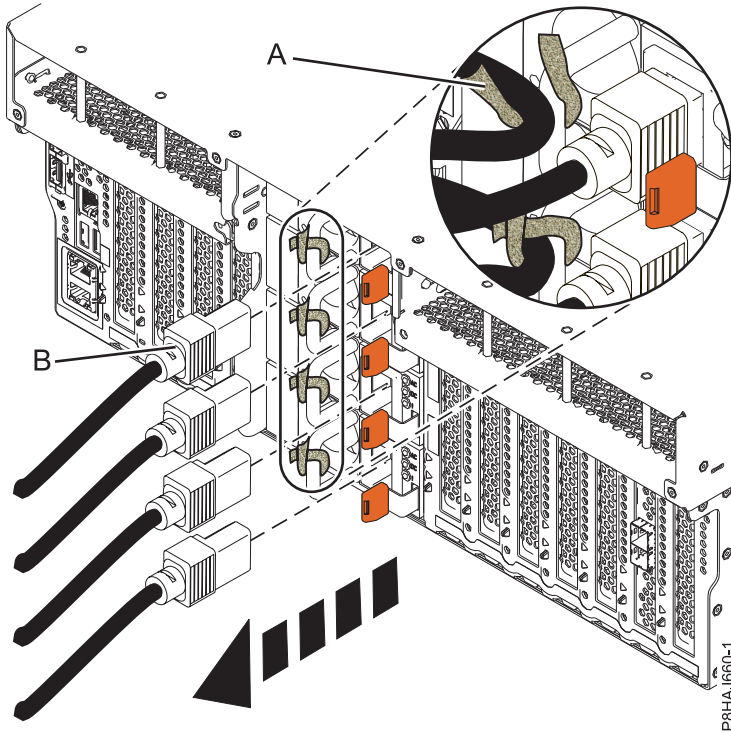
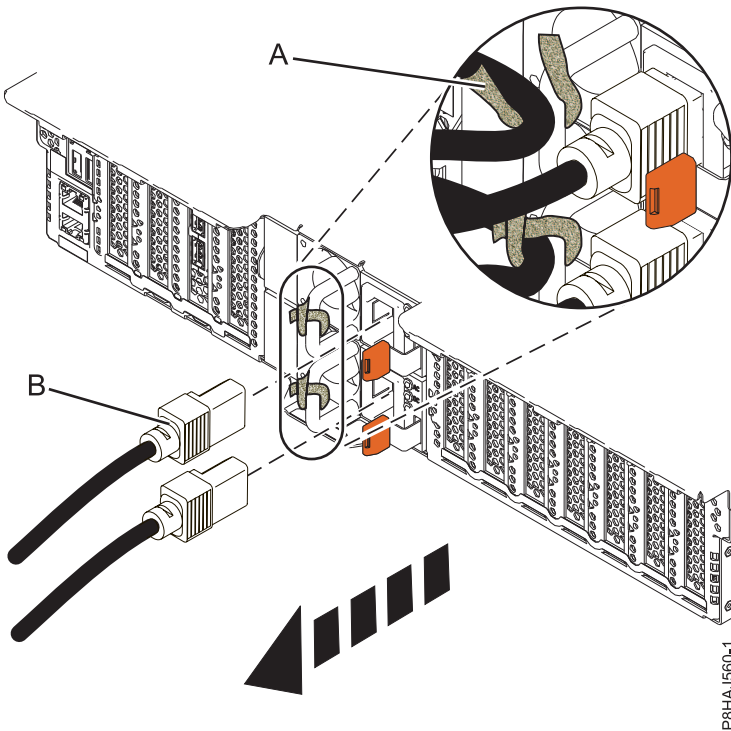
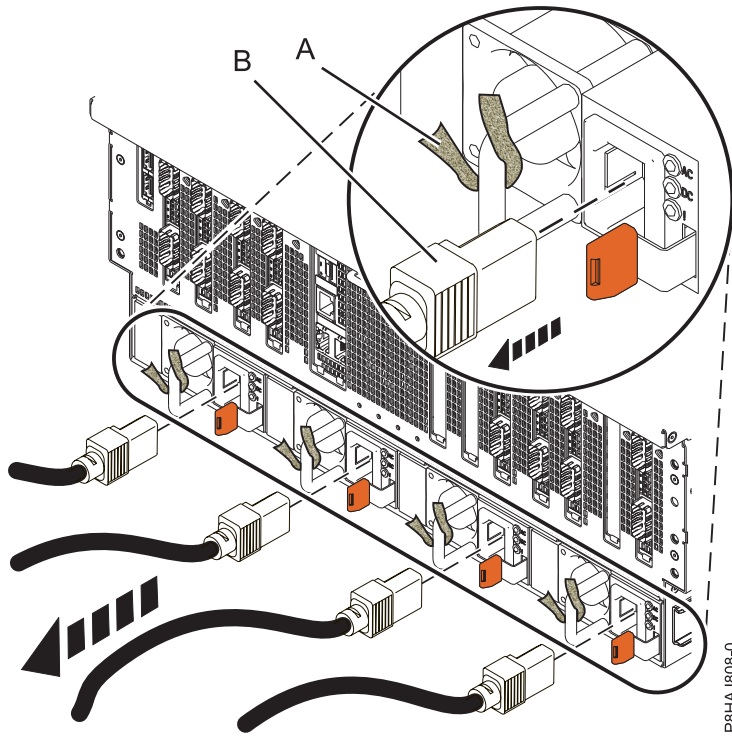

Figura 18. Extracción de los cables de alimentación de un sistema 8247-42L, 8286-41A o 8286-42A
Figura 19. Extracción de los cables de alimentación de un sistema 5148-21L, 5148-22L, 8247-21L, 8247-22L, 8284-21A o 8284-22A
Figura 20. Extracción de los cables de alimentación de un sistema 8408-44E o 8408-E8E
3. Desconecte los cables de alimentación (**B**) de la unidad del sistema. Consulte la Figura 18 en la página 40, la Figura 19 en la página 40 o la Figura 20 en la página 41 según el tipo de sistema.